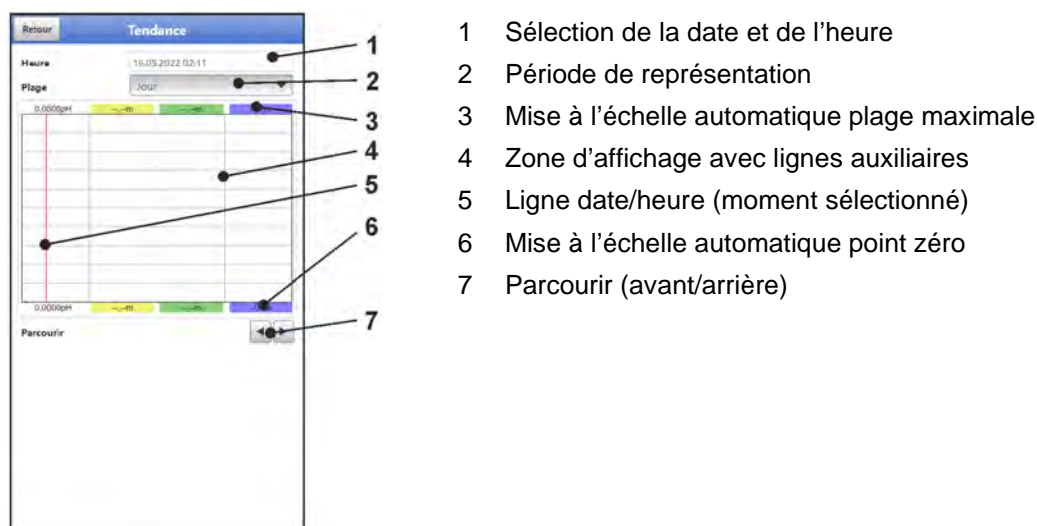
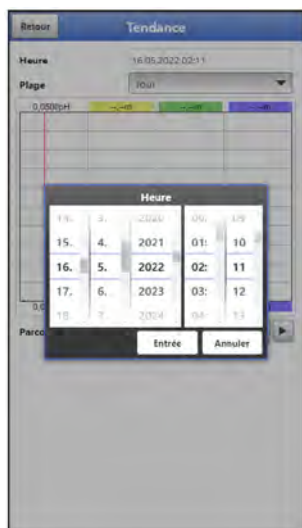

Fig. 40-2 Représentation de l'affichage de tendances
Fig. 40-3 Sélection Date/Heure
1. Sélectionner la plage souhaitée (période de représentation ; Fig. 40-2, pos. 2). La plage sélectionnée (jusqu'à la date actuelle) est représentée. Pendant l'affichage, il n'y a pas de mise à jour automatique des données de mesure (les données de mesure actuelles sont affichées dans le tiers inférieur de l'écran principal).
2. Si nécessaire, utiliser les flèches (Fig. 40-2, pos. 7) pour défiler vers l'avant et vers l'arrière avec le même réglage de base de l'affichage.
Lorsque le menu Tendance est ouvert, la date et l'heure actuelles sont affichées. Si des données de mesure historiques ou une période précise doivent être affichées, cela peut être défini par la sélection date/heure (Fig. 40-2, pos. 1). L'écran de sélection illustré ci-dessous (Fig. 40-3) s'ouvre. Si une date de début est sélectionnée, les données de mesure sont affichées dans la zone d'affichage située en dessous (en fonction de la plage définie).